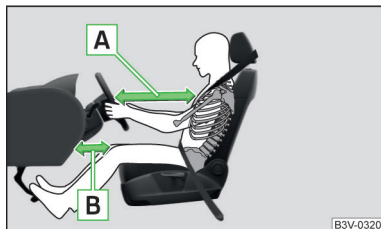

Fig. 11
- Il est important que le conducteur et le passager avant se tiennent à une distance minimum de 25 cm du volant et du tableau de bord » fig. 11 - A. Les airbags ne peuvent pas vous protéger si vous ne respectez pas cette distance - danger mortel ! Les sièges avant et les appuie-têtes doivent en outre toujours être ajustés en fonction de la taille des personnes.
- Réglez le siège du conducteur en sens longitudinal de façon à ce que la distance entre les jambes et le tableau de bord à hauteur de l'airbag de protection des genoux soit de 10 cm au moins » fig. 11 - B. S'il n'est pas possible de remplir cette condition pour des raisons de taille corporelle, veuillez consulter un atelier spécialisé.